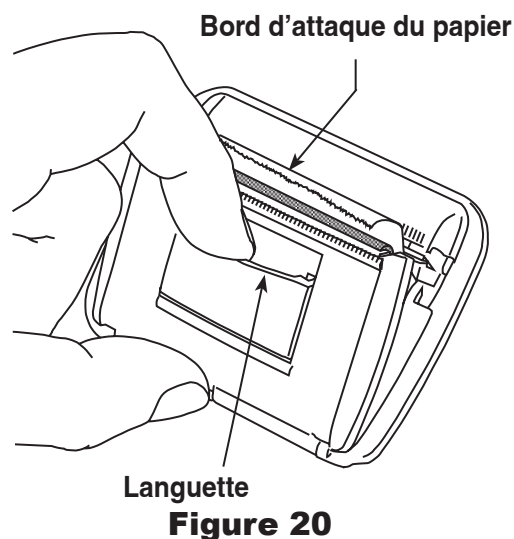

Figure 20
1. Déposez le couvercle de l'imprimante en tirant sur les languettes comme indiqué à la figure 20.